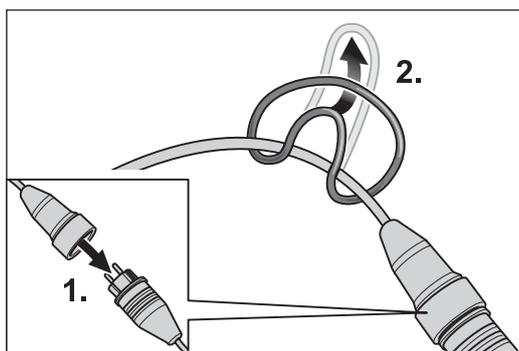
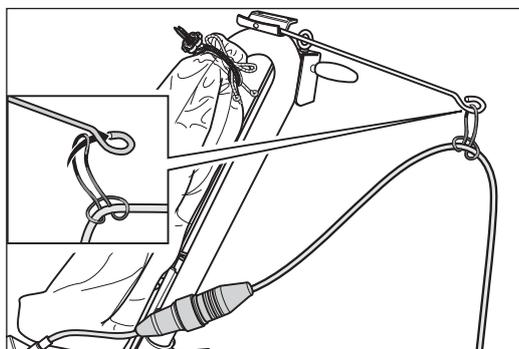

Abb. 7 Den Zugentlastungsring am Verlängerungskabel befestigen.
Abb. 8 Das Verlängerungskabel am Staubsack vorbeiführen und den Zugentlastungsring an der Kabelstange einhängen.
- 2 Befestigen Sie den Zugentlastungsring am Verlängerungskabel (Abb. 7). Führen Sie das Verlängerungskabel am Staubsack vorbei und hängen Sie den Zugentlastungsring an der Kabelstange ein (Abb. 8).